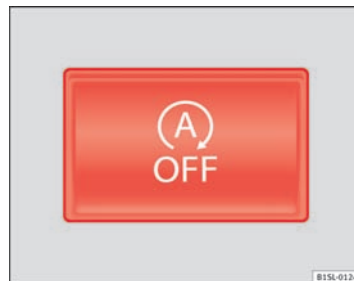

Fig. 97 I midterkonsollen øverst: knap til start-stop-system
- Tryk på knappen  i midterkonsollen ⇒ Fig. 97.